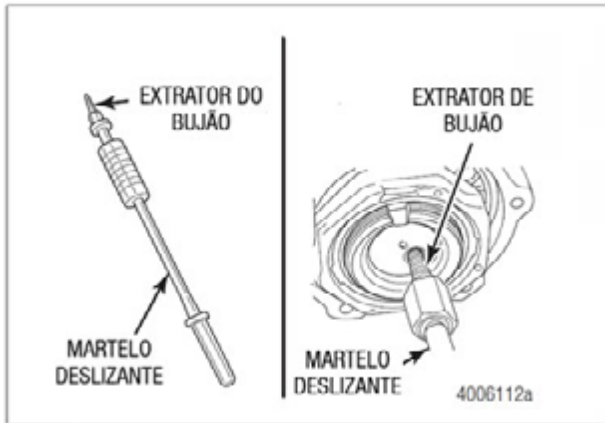

Figura 2.8
6. Use um martelo deslizante equipado com a ponta de remoção do tampão para remover os tampões das ponteiros de ambas as extremidades. Tome cuidado para não riscar o diâmetro interno do furo da ponteira. Figura 2.8. Consulte a seção 7 no final do manual para saber o número de ferramentas.